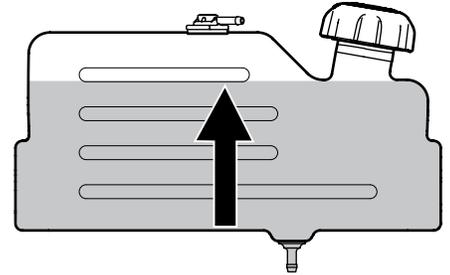

Figura 2-9
2. Cargue el depósito de combustible con gasolina. Sólo se debe utilizar gasolina limpia, nueva (con menos de 30 días de antigüedad) y sin plomo. Llene el depósito hasta la base del cuello de llenado dejando espacio para la dilatación del combustible. NO LLENE EL DEPÓSITO DE COMBUSTIBLE AL MÁXIMO. Consulte la Figura 2-9.